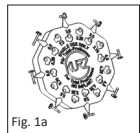
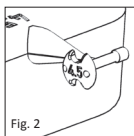

Fig. 1a
Fig. 2
■ **rys. 1a, 1b/2** Na tarczy sizersa (rys. 1a, 1b) do protez całkowitych znajduje się osiem umieszczonych satelitarne pojedynczych sizersów o różnej długości (3,0-7,0 mm). Na tylnej stronie każdego sizersa wskazzana jest odpowiednia długość (rys. 2). Wgłębienia i otwory służą do redukcji wagi oraz lepszej orientacji podczas pomiaru w uchu środkowym.
■ **Fig. 1a, 1b/2** Sizer disken (Fig. 1a, 1b) til total-proteser har otte satellitformet anbragte individuelle sizere af forskellig længde (3.0 - 7.0 mm). Den relevante længde er angivet på bagsiden af hver sizer (Fig. 2). Udsparingerne og borerne tjener til reduktion af vægten, samt til bedre oversigt ved udførelse af målingen i mellemøret.